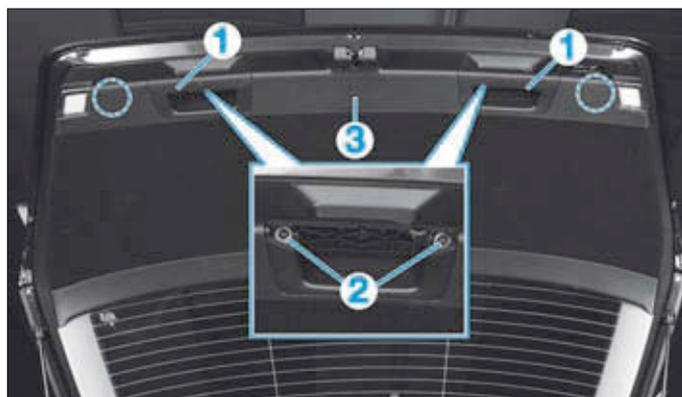
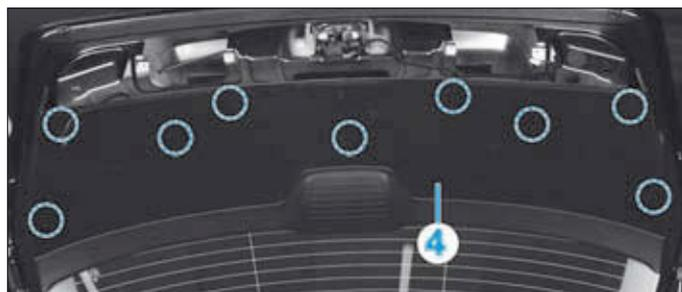

FIG. 39
FIG. 40
- De chaque côté, déposer (Fig.39) :
- l'enjoliveur (1),
- les vis (2).
- Dégrafer la garniture (3) puis débrancher les différents connecteurs.
- Dégrafer la garniture principale (4) (Fig.40).